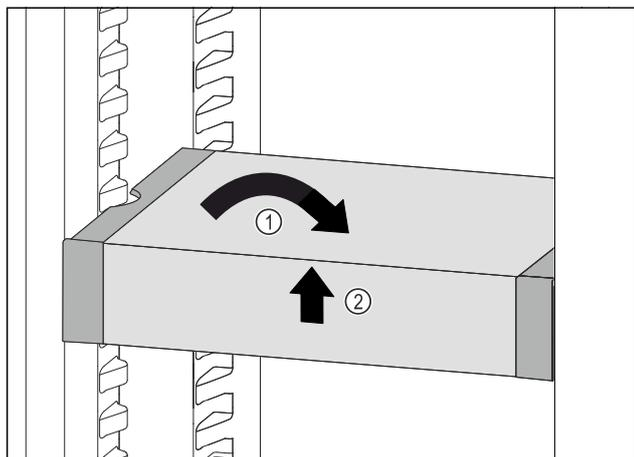

Fig. 99
- ▶ 将 VarioSafe 放平。 Fig. 99 (1)
- ▶ 抬起 VarioSafe 前部。 Fig. 99 (2)